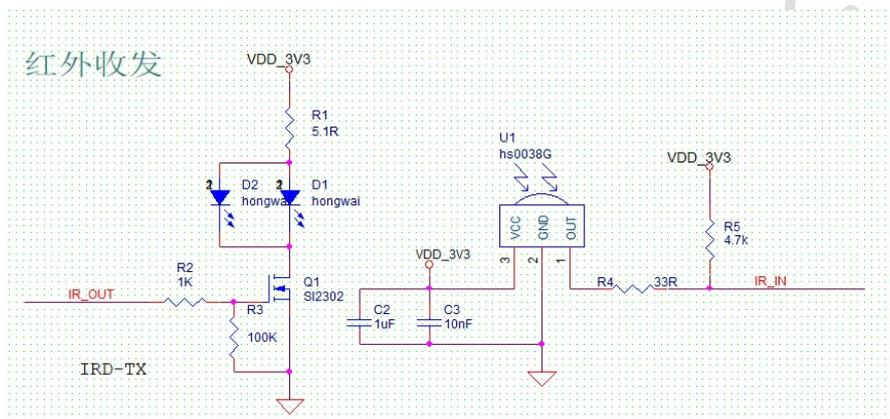

图 3 红外收发模块
- (1) 5V 供电需保证 500mA 的额定供电能力，且空载输出电压不能高于 5.5v，电源纹波最好控制在±50mV 之内。
- (2) IO 电平为 3.3V 系统，不能与 5V，2.5V 的系统直接相连，需要加转接电路。
- (3) 通讯接口部分可以串一个限流电阻，比如 100R。
- (4) 可以将模块上的喇叭和 MIC 接口可以直接连接喇叭和 MIC，也可以通过主板进行转接。
- (5) 模块支持红外输入输出，红外参考电路如下图，用户根据自身情况进行修改。图 3 红外收发模块。